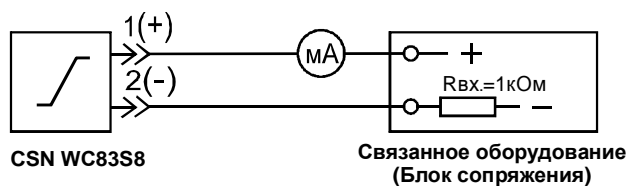

Рис.1
7.7.2. Подключить миллиамперметр (мультиметр в режиме миллиамперметра) в соответствии с рис.1.